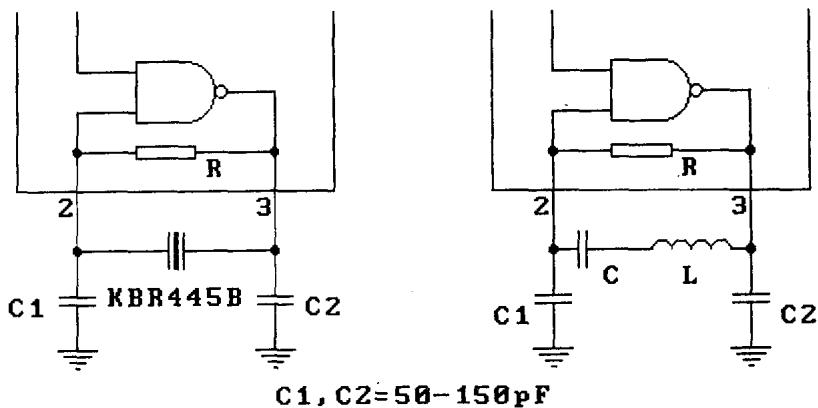

图 1—3—3 振荡电路图
- XT 和 \overline{XT} 端外接陶瓷振荡器或 LC 串联谐振回路构成振荡器, 参见图 1—3—3。集成电路内有 CMOS 反相器和自偏置电阻。反相器是一个双端输入的与门, 其中一端作为振荡控制端。当未按下按键时, 该控制端为低电平, 振荡器停止工作, 故功耗极低。只有当按下按键时, 控制端变为高电平, 与非门才能产生振荡。
- 键盘输入端 K1~K6 和时序输出端 T1~T3 构成 6×3 矩阵, 参见图 1—3—4。T1 列的 6 个键(1~6)可以任意组合, 共有 63 种状态。当有键按下时, 输出端 T_xOUT 产生连续输出脉冲直至松开键为止。T2 和 T3 两列的 12 个键(7~18)只能单键使用, 每按一次键且无论按下多长时间, T_xOUT 端只发射一组脉冲(两个周期)。同一行上的键(例如 1、7、13)无多键功能。若同时按下数键, 则只有一个键起作用, 其优先次序为 1、7、13。T2 和 T3 列上的键(例如 7~12)也无多键功能。若同时按下数键, 则只有一个键起作用, 其优先次序为 7~12。
- 用户码(C1、C2、C3)的设定根据 T1、T2、T3 与 CODE 之间是否连接二极管来确定, 如图 1—3—5。接二极管的 T 端对应的 C 端为“1”, 不接二极管的则为“0”。若 BL9148 与 BL9149 配合使用, C1 必须设定为“1”, C2、C3 则可设定为 01、10 或 11。若 BL9148 与 BL9150 配合使用, C3 必须设定为“1”, C1、C2 则可设定为 01、10 或 11。